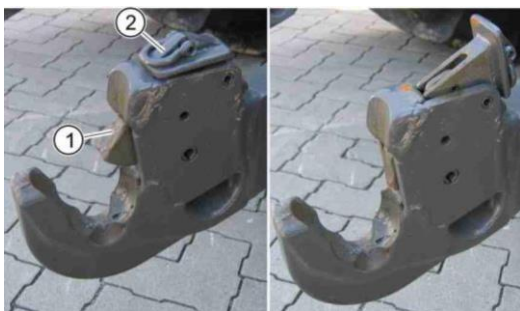

Рис. 47. Нижний рычаг трактора. Слева заблокирован, справа: деблокирован
- С помощью рукояток (2) (Рис. 47) деблокируйте нижние рычаги трактора